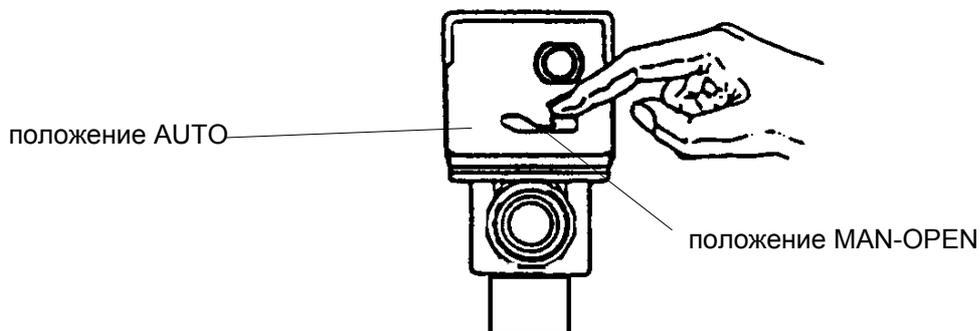

Рис. 22 Управление трехходовым клапаном Honeywell V4044F
15. После заполнения системы водой **переключить рычажок управления трехходовым клапаном Honeywell V 4044F из положения MAN-OPEN в положение AUTO** см.рис. 22 (если установлен бойлер для ТТВ).